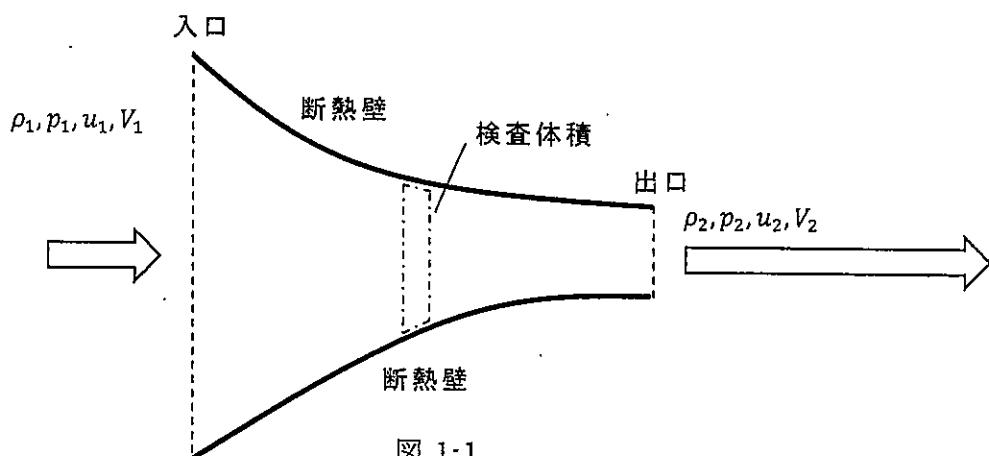
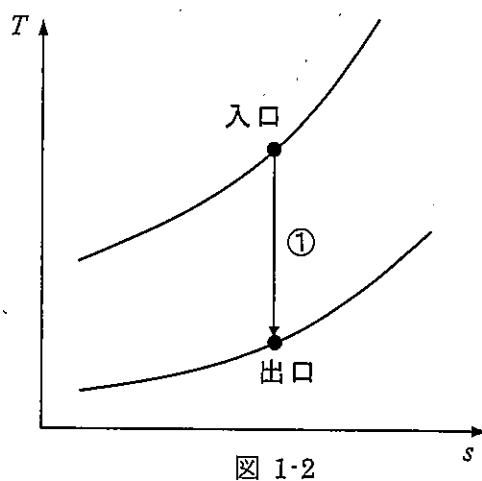

図 1-1
図 1-2
I. 図 1-1 に示すような、ノズル内で加速する気体の流れを考える。入口において気体の密度、圧力、比内部エネルギー、速度はそれぞれ、 $\rho_1, p_1, u_1, V_1$  であり、出口においてはそれぞれ、 $\rho_2, p_2, u_2, V_2$  であるとする。ノズルの壁は断熱されており、また、流れ方向の熱伝導や重力によるポテンシャル・エネルギーは無視できるものとする。以下の設問に答えよ。
(1) エネルギー保存則を用いて、 $\rho_1, p_1, u_1, V_1$  と  $\rho_2, p_2, u_2, V_2$  との間に成り立つ関係式を求めよ。また、その関係式から入口から出口の間の、単位質量当たりの気体の運動エネルギーの増加量を求めよ。
(2) まず、気体が非圧縮性流体であり、損失は発生しないものとする。入口から出口の間の、単位質量当たりの気体の運動エネルギーの増加量を  $\rho_1, p_1, u_1$  と  $\rho_2, p_2, u_2$  の中から必要なものを用いて表せ。
(3) 次に、気体が圧縮性流体であり、図 1-2 の  $T-s$  線図上で①に示すように、等エントロピー膨張をしたとする。ここに、 $T$  は温度であり、 $s$  は比エントロピーである。図 1-1 に示すような、気体と共に移動する微小な検査体積において、気体の圧力  $p$ 、比内部エネルギー  $u$ 、ならびに比体積  $v$  の微小変化を考える。この検査体積にエネルギー保存則を適用することにより、これらの間には、